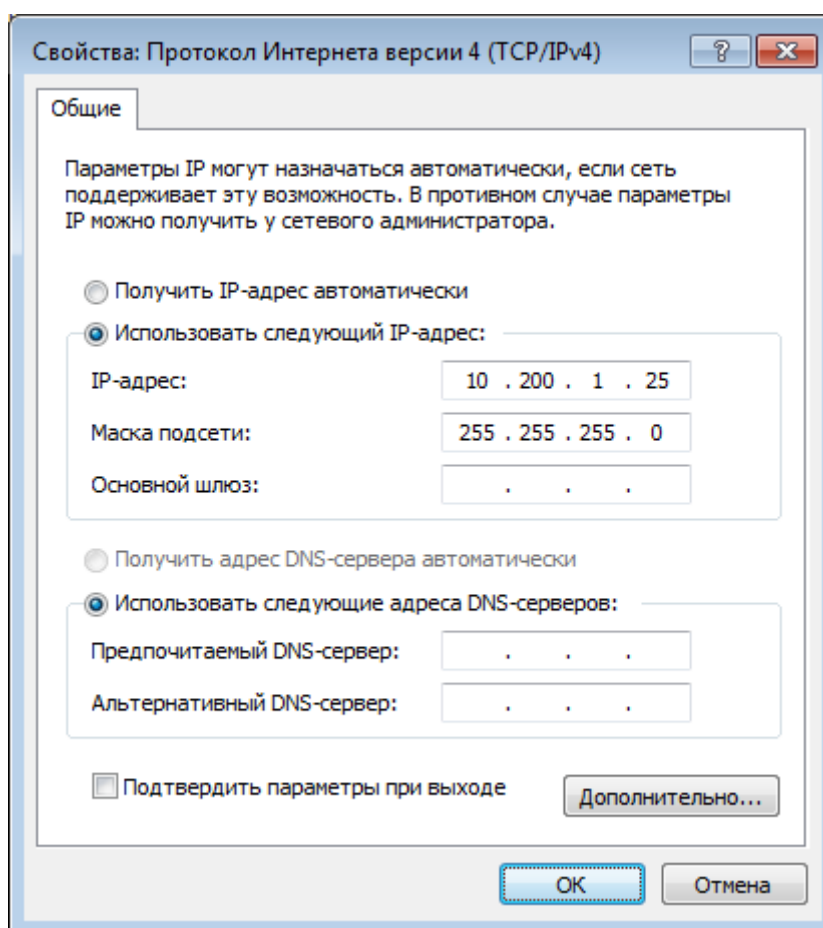

Рисунок 10.18 — Настройка сетевого подключения
- В окне свойств TCP-соединения в поле **IP-адрес** задайте **10.200.X.YYY**, где **YYY** – любое число в диапазоне от 1 до 254, кроме занятых; в поле **Маска подсети** введите **255.0.0.0** (рисунок 10.18). Нажмите на кнопку **ОК**.